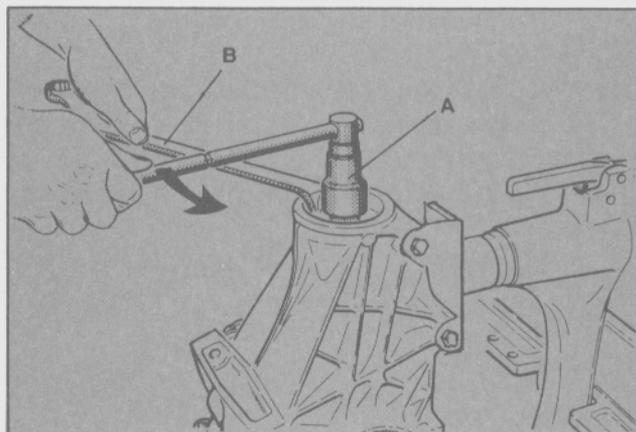

Fig. 34 - Ajuste de la tuerca de sujeción del piñón
- Ubicar las herramientas especiales T84G-4625-BAS y T84G-4615-BAS, Detalles 1 y 2 en las estrías del piñón y apretar la tuerca lentamente por medio del giro del piñón en sentido antihorario (Fig. 34).